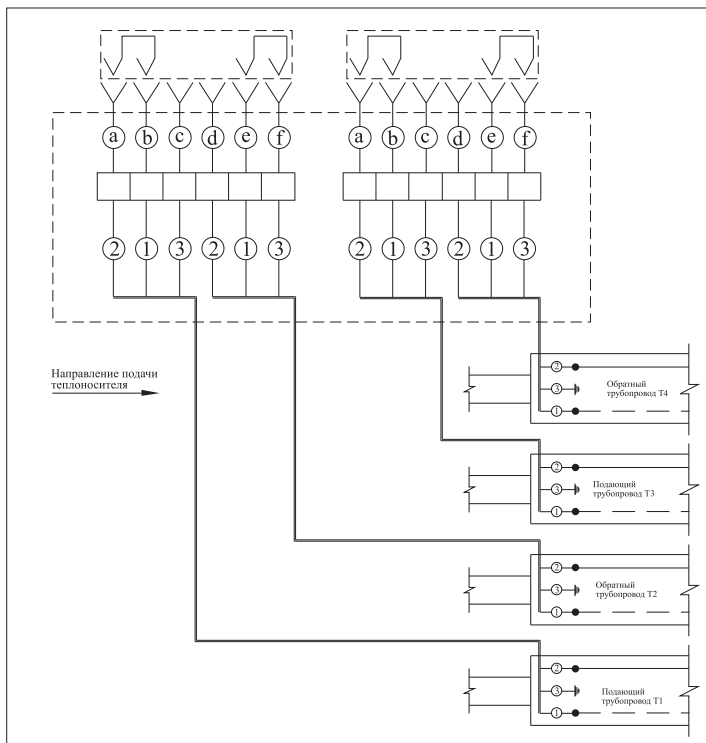
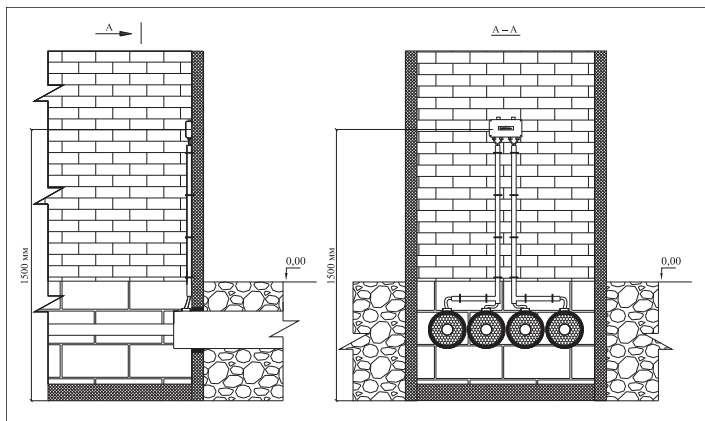

Рис. 7 Закольцовка одной четырехтрубной системы ОДК
Рис. 11 Установка терминала на стене здания
Подключение терминала к системе оперативного дистанционного контроля производить в соответствии с монтажными схемами (Рис. 11, 12) и электрическими схемами (Рис. 7–10).
6. Для закольцовки одной четырехтрубной системы ОДК монтаж проводников внутри терминала осуществлять по электрической схеме **Рис. 7**, а в разъем **2** установить заглушки-замыкатели с черным маркером **1а**.
10. При установке терминала внутри помещения (**Рис. 11**), просверлить в стене здания два отверстия (диаметром 6 мм и глубиной 30 мм) на уровне предполагаемого крепления терминала (Н ~ 1,5 метра от пола).